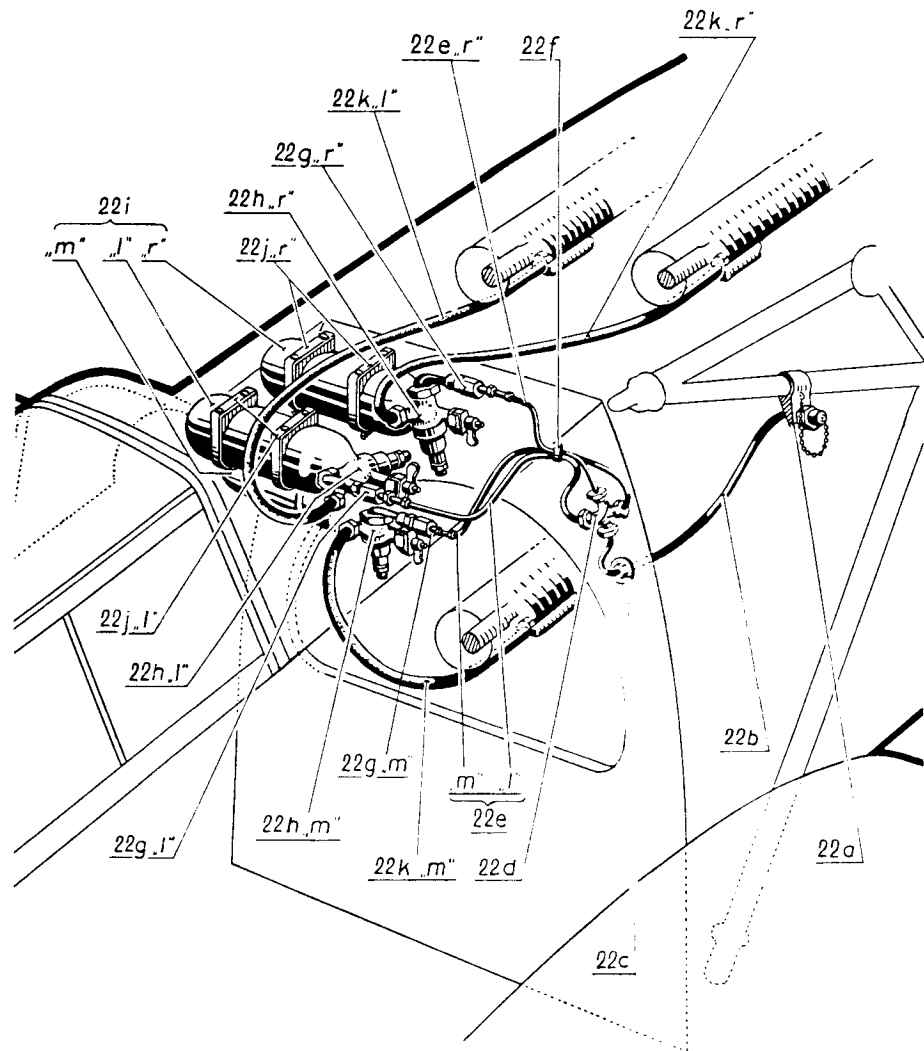

Abb. 51: Preßluftanlage.
g) **Einbauen der Preßluftanlage:** Die zur Preßluftanlage gehörenden Hauptteile (s. Abb. 22) sind zuerst fertig einzubauen und dann erst nach Abb. 51 die Leitungen anzuschließen. Die einzubauenden Teile werden einbaufertig zusammengebaut angeliefert, die Leitungen sind vorgebogen und anschlussfertig.